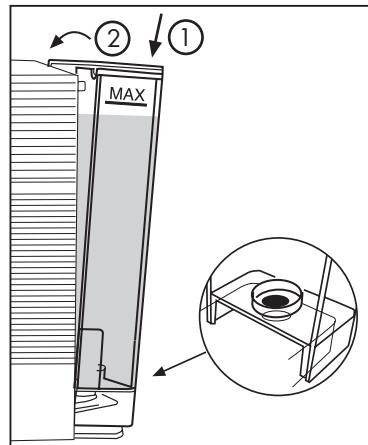

Abb. 3
- Den Behälter schräg auf das Wasserventil stellen und wieder einsetzen. Das Oberteil des Geräts drücken bis es einrastet. (**Abb. 3**)